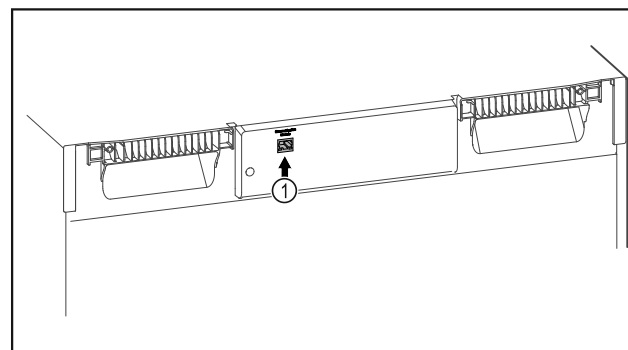

Fig. 114
- SmartModule Fig. 114 (1) on asennettu.